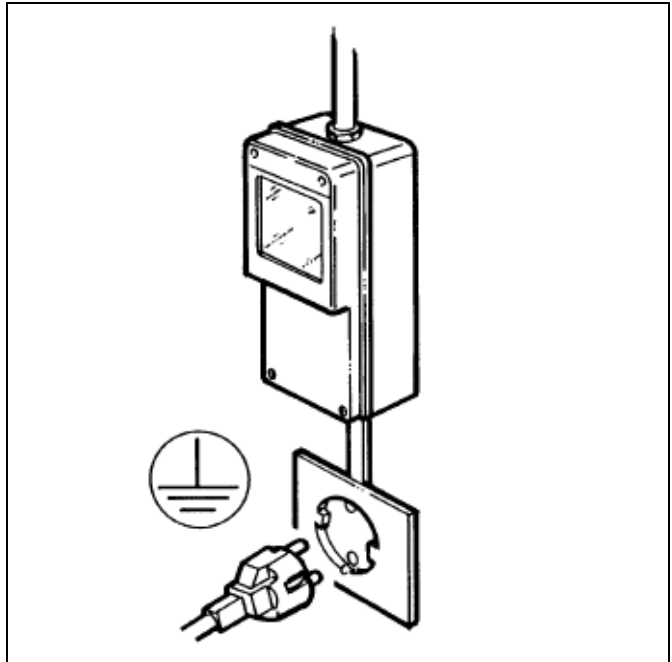

Fig. 3
- S'assurer que le raccordement est effectué à une installation dotée de mise à la terre efficace comme il est prévu par la réglementation de sécurité en vigueur (fig.3).
- Il est indispensable, pour une installation sûre et correcte, de disposer d'une prise spéciale commandée par un interrupteur magnéto-thermique avec une distance d'ouverture des contacts égale ou supérieure à 3mm, conforme à la réglementation nationale de sécurité en vigueur (fig.3).